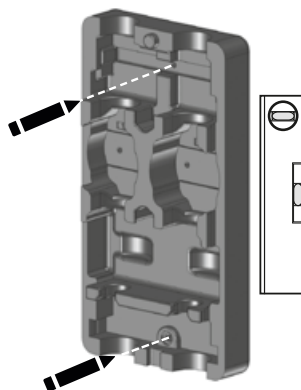

Рис. 9
5. Наметить два отверстия, просверлить и вставить прилагаемые дюбели (Рис. 9).